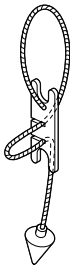

図 5.3
- 1) 垂球⑮をおろして、測点上に機械を据えます。(図 5.3)